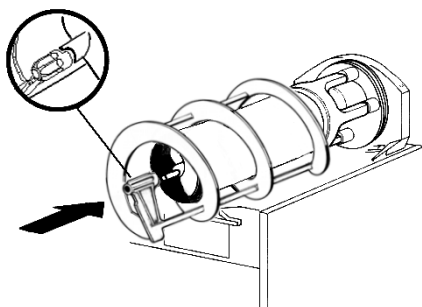

figura 15
- 6 - Colocar sobre el evaporador el rascador exterior, acoplando su extremidad anterior al árbol del rascador interior y haciendo coincidir los dientes de arrastre (ver figura 15).